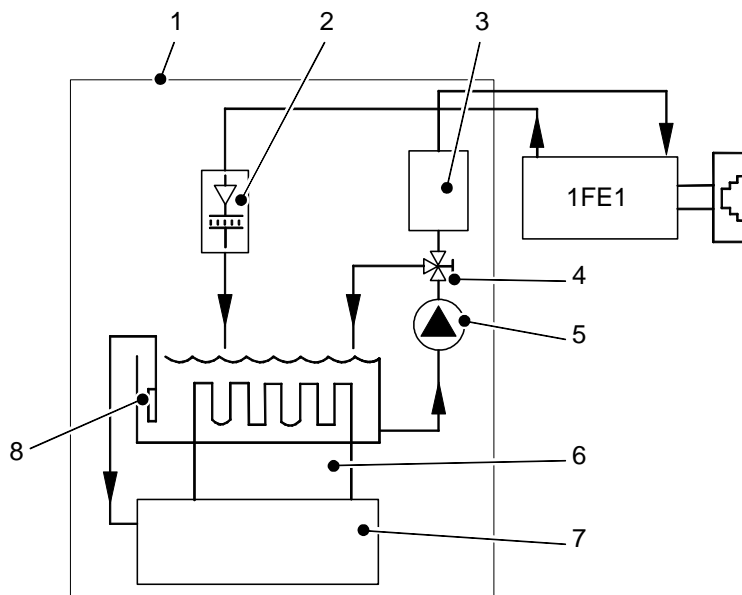

Fig. 28 Coolant circuit (example)
- Das Kühlmedium muss mit der angegebenen Durchlaufmenge und -richtung zirkulieren (Bild 28).